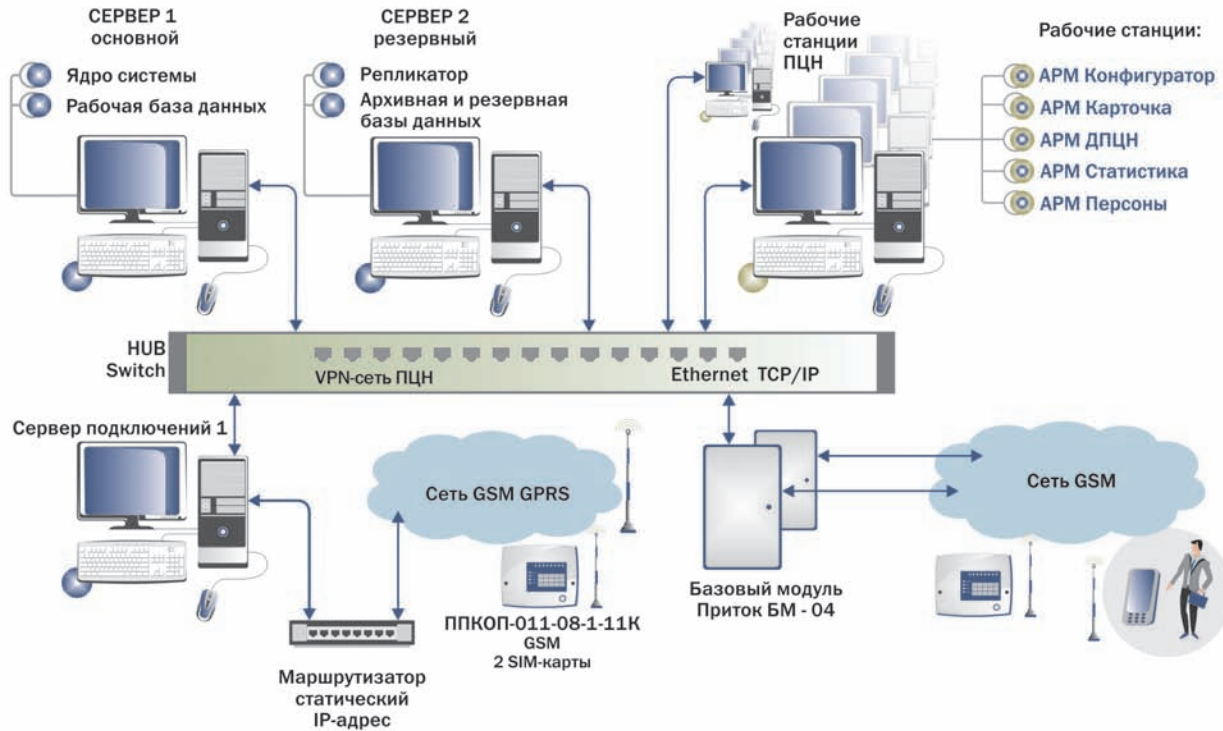

Рис. 4
**4. На предприятиях, в учреждениях, в районах, где развиты высокотехнологичные средства связи по скоростным цифровым каналам, ПЦН можно строить с использованием подсистемы телекоммуникационных связей Приток-TCP/IP (см. Рис. 4).**